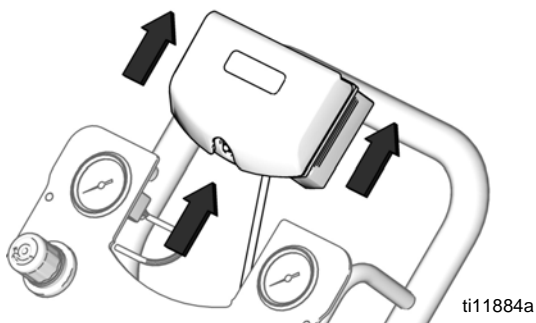

ABB. 12. Entfernen von DataTrak
3. DataTrak-Modul aus der Halterung entfernen. Siehe ABB. 12. DataTrak-Modul mitsamt Anschlusskabel in einen nicht gefährdeten Bereich bringen.